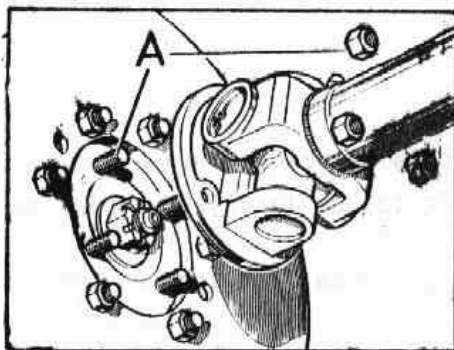

Fig. C-14 Arbol de transmisión para el eje trasero
1.3. Extraer las tuercas, A (Fig. C-14), del árbol de transmisión trasero y desplazarlo para dejar libre la caja de velocidades.
- 1.2. Desconectar el árbol de transmisión trasero (Fig. C-14), y desplazarlo para dejar libre el freno a la transmisión.
- 1.2. Desconectar el cable del velocímetro, C (Fig. C-14) soltando los tornillos, A.